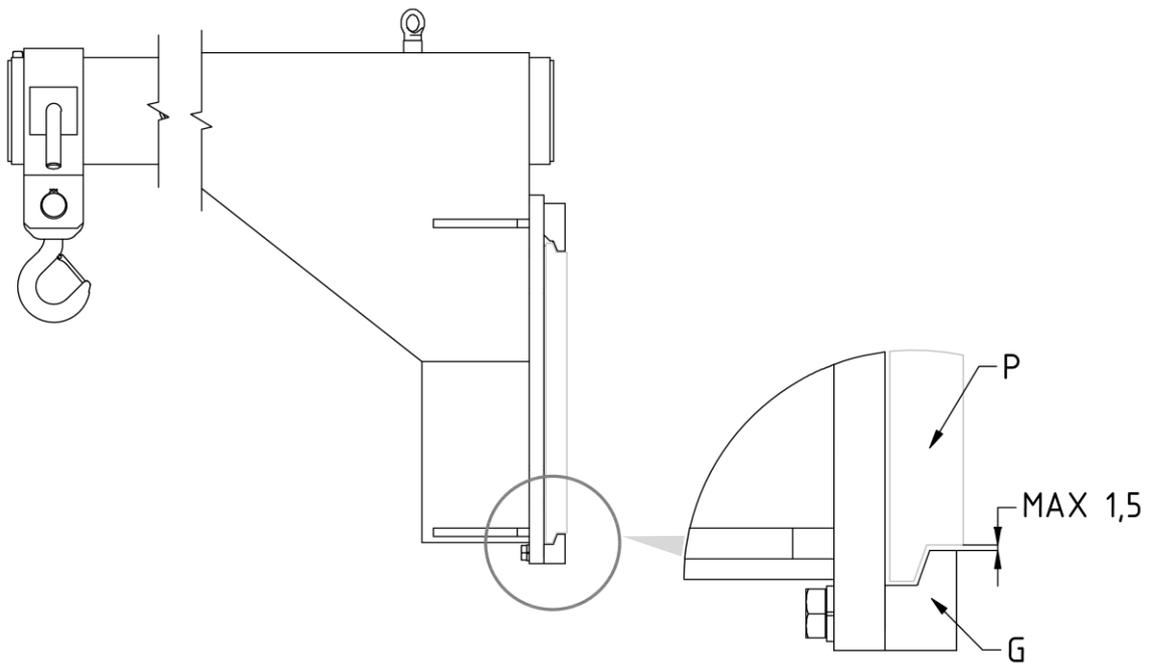

Abbildung 5
7. Schrauben Sie die 2 unteren Haken **G** so an, dass ihr Körper auch unterhalb des Gabelzinkenträgers **P** eingehängt bleibt (mit einem Spiel von max. 1,5 mm, siehe Detail *Abbildung 5*) und ziehen Sie sie mit dem in der *Tabelle 2* genannten Anzugsmoment an.
2. Kontrollieren Sie das Spiel zwischen dem unteren Teil des Gabelzinkenträgers und den unteren Haken des Geräts anhand der Angabe in der *Abbildung 5* auf S.13 und ziehen Sie gegebenenfalls die Schrauben, die sie halten, mit dem in der *Tabelle 2* auf S.13 angegebenen Anzugsmoment nach.